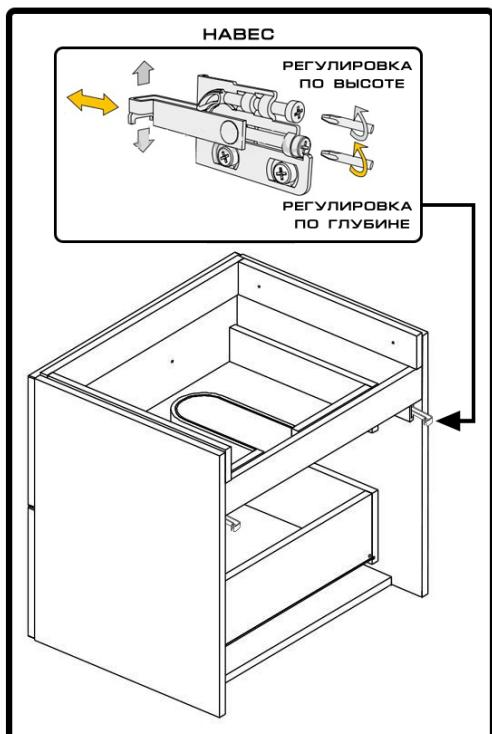

Рис.8 РАСПОЛОЖЕНИЕ НАВЕСОВ
- НА БОКОВИНАХ ТУМБЫ РАСПОЛОЖЕНЫ НАВЕСЫ (ВНЕШНИЙ ВИД НАВЕСОВ МОЖЕТ ОТЛИЧАТЬСЯ ОТ РИСУНКА В ЗАВИСИМОСТИ ОТ МОДЕЛИ ТУМБЫ (**РИС.8**)). НАВЕСЫ ВЫКРУЧИВАЮТСЯ НА МАКСИМАЛЬНОЕ РАССТОЯНИЕ ТАК, ЧТОБЫ ОНИ НЕ ВЫПАЛИ.
- ВЕШАЕТСЯ ТУМБА (**РИС.9**). ПЛАНКИ ДЛЯ НАВЕСОВ И НАВЕСЫ ИМЕЮТ СПЕЦИАЛЬНЫЕ ПАЗЫ И ВЫСТУПЫ, ОБЕСПЕЧИВАЮЩИЕ НАДЕЖНОЕ СЦЕПЛЕНИЕ И ФИКСАЦИЮ. ТОЧНАЯ РЕГУЛИРОВКА РАСПОЛОЖЕНИЯ ТУМБЫ ОТНОСИТЕЛЬНО РАКОВИНЫ И СТЕНЫ ОСУЩЕСТВЛЯЕТСЯ ПРИ ПОМОЩИ ДВУХ ВИНТОВ, РАСПОЛОЖЕННЫХ НА ПЕРЕДНЕЙ ЧАСТИ НАВЕСОВ (**РИС.8**):